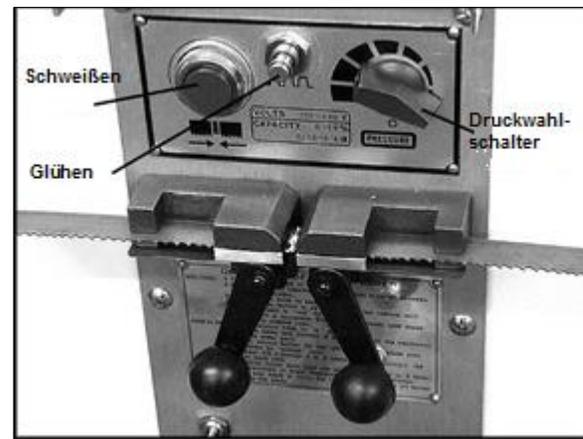

Abb. 13
3. Drehschalter (Abb. 13) nach unten auf „0“ stellen. HINWEIS: Beim Drehen des Knopfes ist ein gewisser Widerstand zu spüren.
7. Drücken und halten Sie die Schweiß Taste (Abbildung 13). Durch Drücken des Schweißknopfes bewegt sich die linke Klemme nach rechts, um Druck auf die Blattenden auszuüben. Gleichzeitig entstehen beim Schweißen Funken an den Blattenden. Lassen Sie den Schweißknopf erst los, wenn die Naht „rotglühend“ ist.
3. Tippen Sie die Glühtaste (Abb.13) kurz an („jog“). Wiederholen Sie diesen Vorgang, bis ein leichtes rotes Leuchten im Schweißnahtbereich zu erkennen ist.